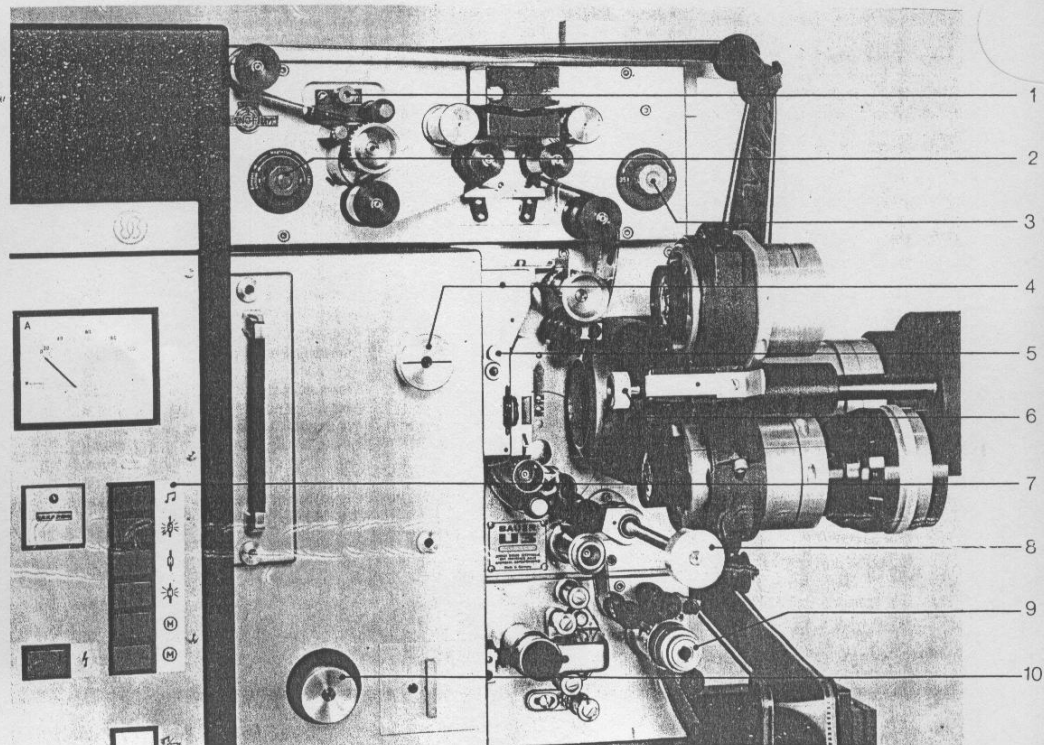

Fig. 6 13
- Hand-Lichtverschlusklappe durch Drehen des Handknopfes (6/4) um 90° öffnen. Strichmarkierung auf Knopf muß dann waagrecht stehen (wie Fig. 6 zeigt).
- Open the manual light cut-off by rotating the knob (6/4) by 90 degrees. Marking line on the knob must then be in horizontal position (see Fig. 6).
- Ouvrir manuellement le clapet de fermeture de lumière de 90° par pression sur le bouton manuel (6/4). Le trait servant de repère sur le bouton doit être horizontal (comme le montre la fig. 6).